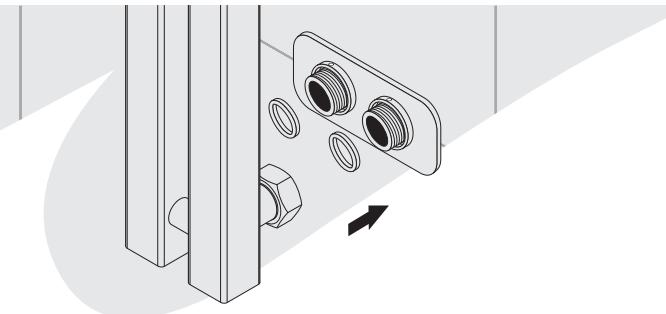

Рис.6
5.8. Произведите окончательный монтаж изделия и протяните накидные гайки на эксцентриках (рис. 6).
5.8. Для герметизации резьбовых соединений производитель комплектует изделие прокладками собственного изготовления (п. 3.3., рис. 6).